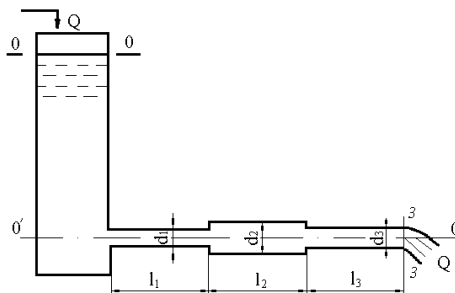

Рис. 1
2. Из открытого резервуара, в котором поддерживается постоянный уровень, по стальному трубопроводу (эквивалентная шероховатость  $\Delta = 0,1$  мм), состоящая из труб разного диаметра  $d$  и различной длины  $l$  ( $d_1 = 50$  мм,  $l_1 = 5$  м,  $d_2 = 100$  мм,  $l_2 = 2,5$  м,  $d_3 = 75$  мм,  $l_3 = 3$  м) вытекает в атмосферу вода, расход которой  $Q = 10$  л/с, температура  $t = 60^\circ\text{C}$  (рис.1).